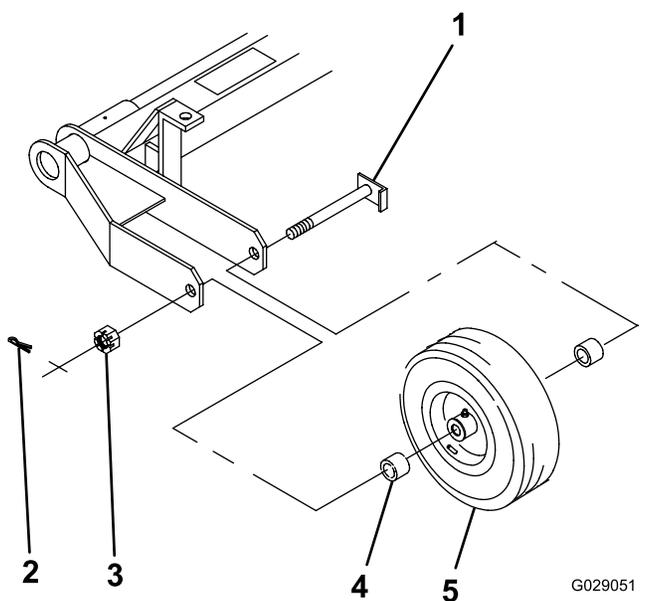

Figura 3
1. Posicione o conjunto da roda e dois espaçadores (um de cada lado do cubo da roda) entre a estrutura como se mostra na Figura 3.
2. Insira o eixo através da estrutura, espaçadores e roda (Figura 3).
3. Aperte a porca ranhurada no eixo (Figura 3) e aperte-a com uma chave manual com 8 a 20 N·m.
7. Instale o contrapino (Figura 3).